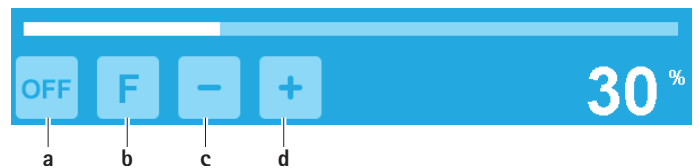

Рис. 7 Включение насоса подачи охлаждающей и промывающей жидкости/функции "Flush"
- ▶ Включение насоса подачи охлаждающей и промывающей жидкости: Нажать кнопку для включения насоса а, см. Рис. 7. Насос подачи охлаждающей и промывающей жидкости активен и подает охлаждающую или промывающую жидкость с фактическим установленным расходом.
- ▶ Выключение насоса подачи охлаждающей и промывающей жидкости: Нажмите кнопку отключения насоса а, см. Рис. 7. Насос подачи охлаждающей и промывающей жидкости не работает и не подает охлаждающую и промывающую жидкость.